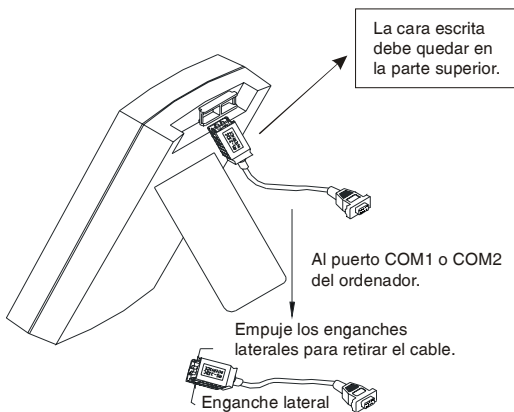

Figura 9.- Cable conexión de comunicación
1. Fija el extremo optoacoplado del cable al medidor, con la cara escrita hacia arriba. Para conectar el cable con terminal de 9 pines al puerto de comunicación 1 o 2 del PC. Ver figura 9